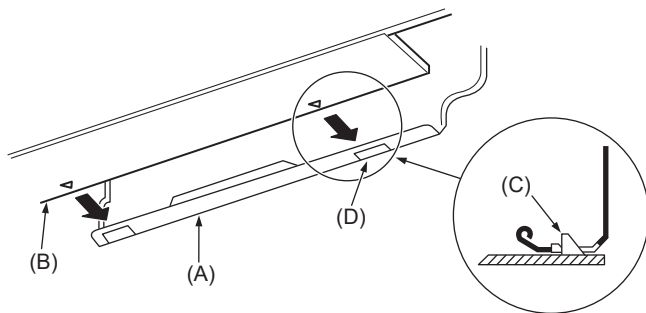

Fig. 3-15
3. Lors de l'insertion du tuyau de réfrigérant et le tuyau d'écoulement dans l'orifice mural d'insertion (manchette de pénétration), accrocher la partie supérieure de l'appareil intérieur sur la planche d'installation (1).
5. Fixer en poussant la partie inférieure de l'appareil intérieur sur la planche d'installation (1). (Fig. 3-15)
- * Vérifier que les boutons en bas de l'appareil intérieur sont correctement maintenus sur la planche d'installation (1).